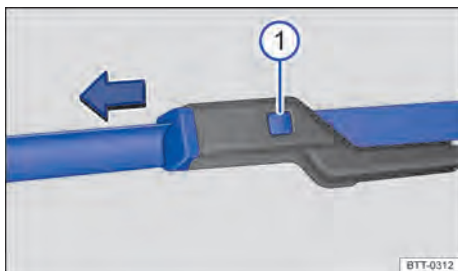

Fig. 148 Substituir as palhetas dos limpadores do para-brisa.
- Manter o botão de destravamento → Fig. 148 ❶ pressionado e, ao mesmo tempo, retirar a palheta do limpador do para-brisa no sentido da seta.